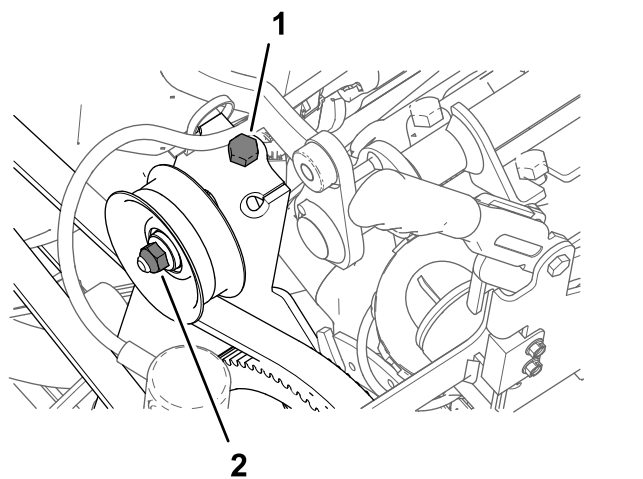

Figura 177
1. Allentate il dado per l'albero della puleggia tendicinghia (Figura 177).
2. Ruotate il bullone di tensione della cinghia per eliminare la tensione dalla cinghia della pompa di irrorazione (Figura 177).